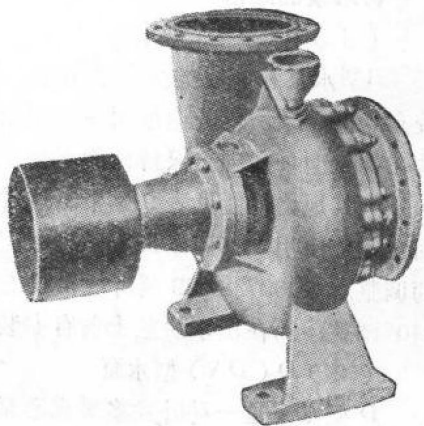

图 9-4 混流泵的外形图
3.混流泵 混流泵的叶轮形状介于离心泵和轴流泵之间，其水流方向既不象离心泵那样垂直于泵轴轴线流出，也不象轴流泵那样平行于泵轴轴线流出，而是斜向的，所以又称为斜流泵。它的抽水原理是靠离心力和推力的共同作用。混流泵的流量和扬程也介于离心泵和轴流泵之间。这种泵的结构较简单，体积小，重量轻，一般适宜于平原地区，其外形见图9-4。